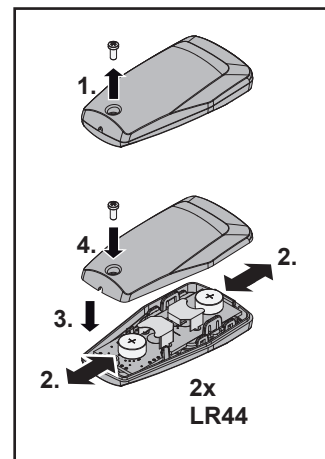

Fig. 2
4.1 Batterie wechseln / einlegen (Fig. 2)